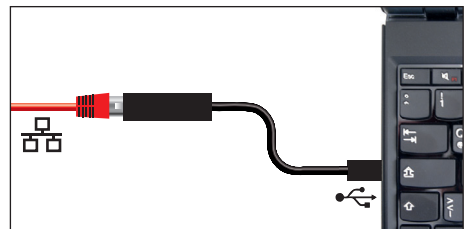

Abb. 7 Konverter Ethernet–USB
\* Siehe Abb. 7 auf Seite 15.
- ▶ Konverter Ethernet–USB (Abb. 7). Damit ist es möglich, den Ethernetanschluss des Geräts (siehe Seite 12) mit dem USB-Anschluss eines PCs/Laptops zu verbinden.